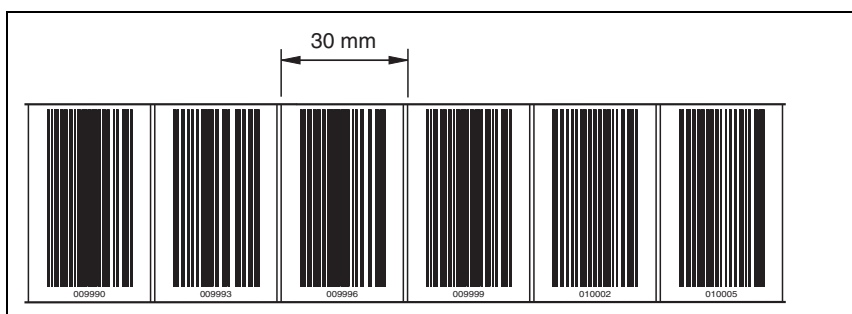

Рис. 6.10: Проверка результатов печати ремонтного набора ЛШК
3. Проверить результат печати, измерив расстояние между двумя кодами (см. рис. 6.10).